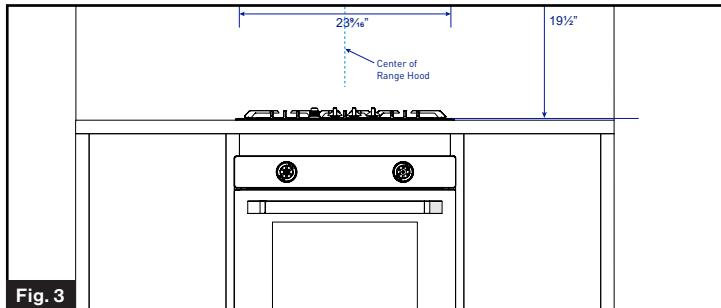

Fig. 3
3. Marquez l'axe central de la hotte de cuisinière sur la surface de cuisson. (Fig. 3)